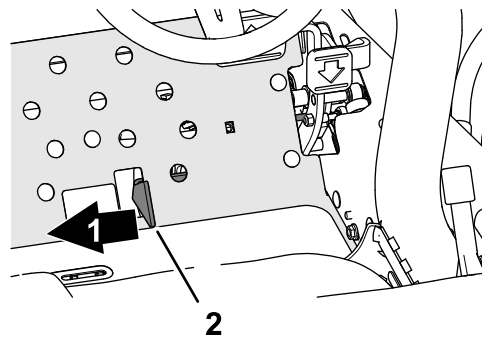

Figura 39
4. Mueva el mando segar/transportar a la derecha, a la posición SEGAR (Figura 39).
2. Mueva el mando segar/transportar a la derecha, a la posición SEGAR (Figura 39).